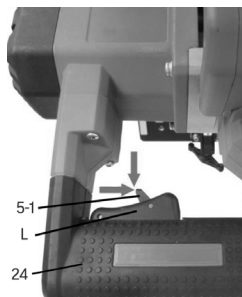

Fig. 5
9. Appuyez sur le levier de sécurité (fig. 5-1) sur le dessus de la poignée (n° 24), puis enfoncez la gâchette (L) pour actionner l'outil (fig. 5).